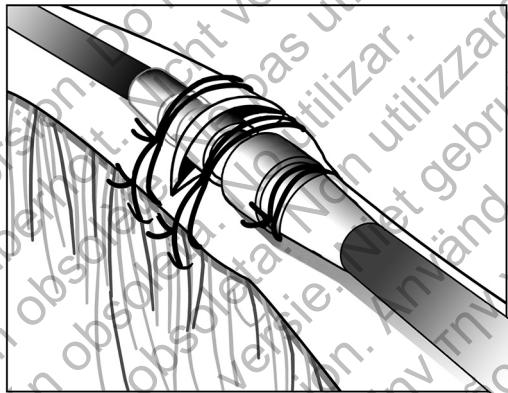

**Figure 8. Exemple de technique d'implantation par voie percutanée avec manchon de suture**
1. Peler la gaine du désilet et glisser le manchon de suture profondément dans les tissus (Figure 8 Exemple de technique d'implantation par voie percutanée avec manchon de suture en page 22).